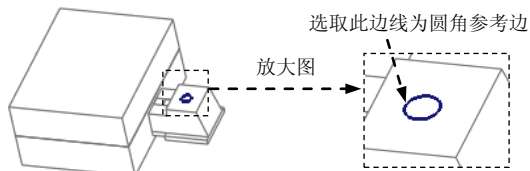

图 27.54 圆角参考
Step8. 创建导柱孔的圆角特征。单击 **模具** 功能选项卡 **设计特征** 区域中的 **倒圆角** 按钮，此时系统弹出“倒圆角”操控板；选取图 27.54 所示的边线为圆角参考边；在文本框中输入半径值 2.0，并按 **Enter** 键；在“倒圆角”操控板中单击 **✓** 按钮，完成特征的创建。